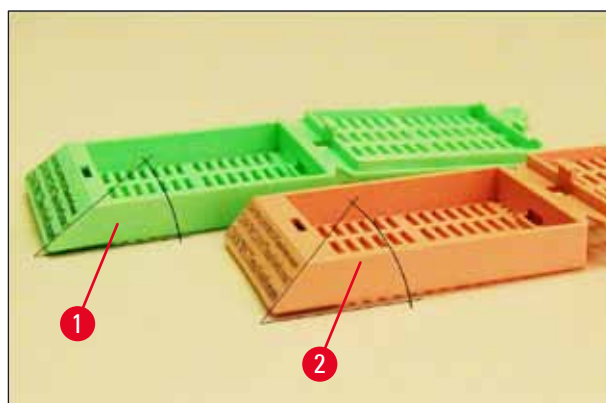

Fig. 8
- Vinkelen (→ "Fig. 8"), målt fra bunnen, kan være 35° (→ "Fig. 8-1") eller 45° (→ "Fig. 8-2").